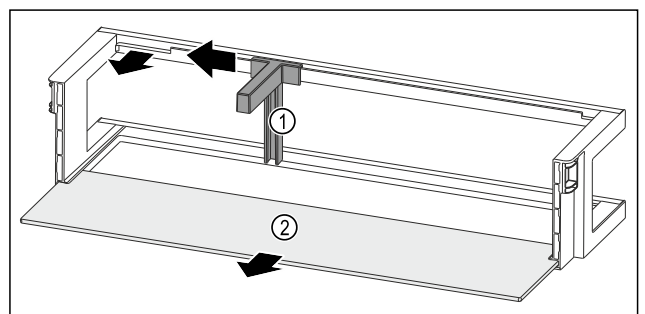

Fig. 118 Лотки на дверцятах із тримачем пляшок і полицею
- ▶ Пересуньте тримач пляшок Fig. 118 (1) убік до пазу.
- ▶ Вийміть тримач пляшок Fig. 118 (1).
- ▶ Дістаньте полицю Fig. 118 (2).